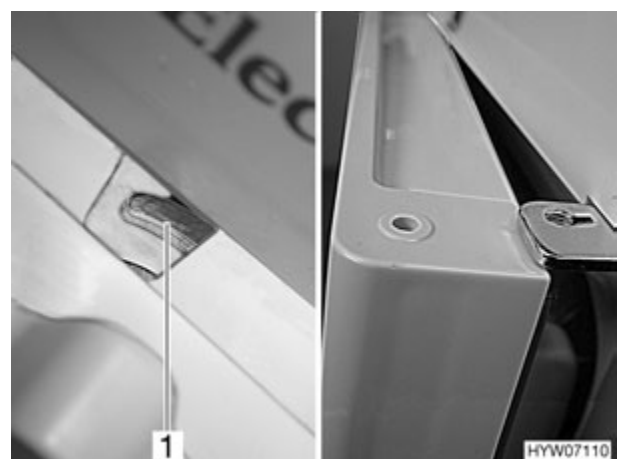

Fig. 129 Puerta del frigorífico/compartimento congelador en posición de ventilación (variante 5)
- Empujar el cierre completamente hacia la derecha. La puerta del frigorífico se fija con ayuda del bloqueo (Fig. 129,1). De este modo, la puerta del frigorífico quedará ligeramente abierta (Fig. 129).